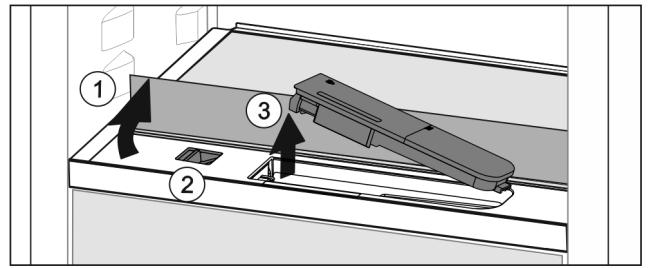

Fig. 138
- ▶ Glasplatte anheben und bis zum Anschlag nach hinten klappen Fig. 138 (1).
- ▶ Schieber Fig. 138 (2) nach links schieben.
- ▶ Wassertank entnehmen Fig. 138 (3).